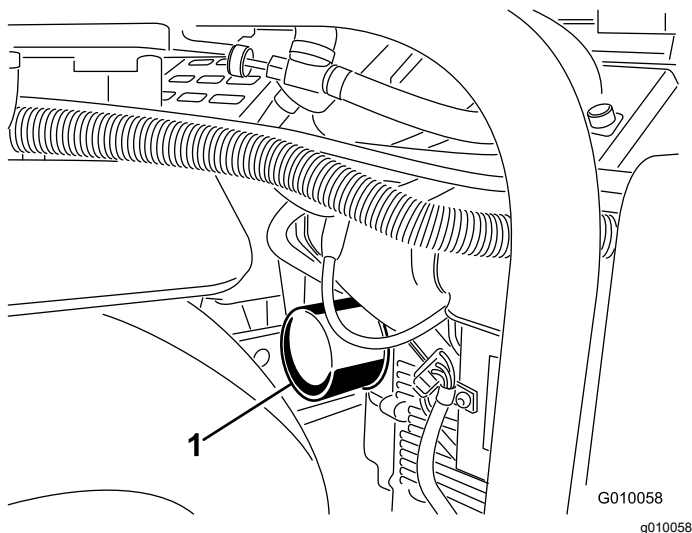
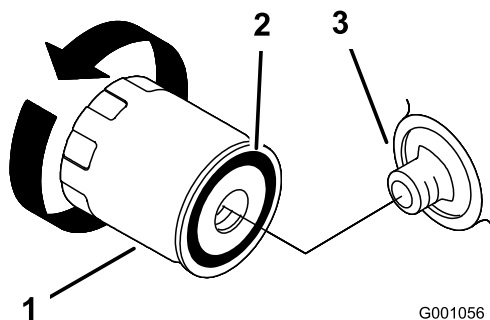

Figura 45
Figura 46
5. Mettere una bacinella o uno straccio sotto il filtro per raccogliere l'olio di spurgo (Figura 45).
6. Togliete il filtro usato (Figura 45 e Figura 46) e pulite la superficie della guarnizione dell'adattatore del filtro.